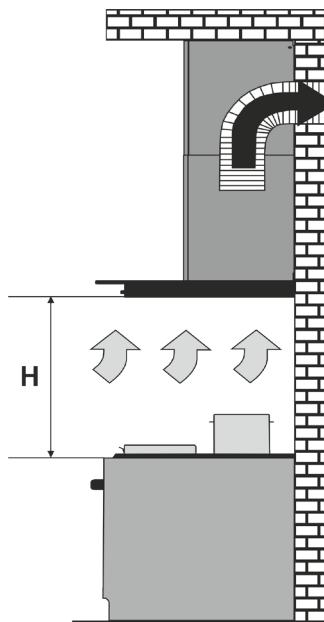

Рис. 1
4.5 При монтаже вытяжки на необходимой установочной высоте Н над плитой (рис.1) для отвода воздуха в вентиляционный канал используйте воздуховод Ø150 - Ø120мм. Меньший диаметр создаст дополнительное сопротивление воздуху, что приведет к увеличению шума и вибрации, а также к перегреву двигателя.
- ⇒ в режиме отвода воздуха в дымоход кухни (рис.1);
Напоминаем, что высота установки вытяжки над электроплитами должна быть не менее 650мм, а над газовыми – не менее 750мм (рис.1).